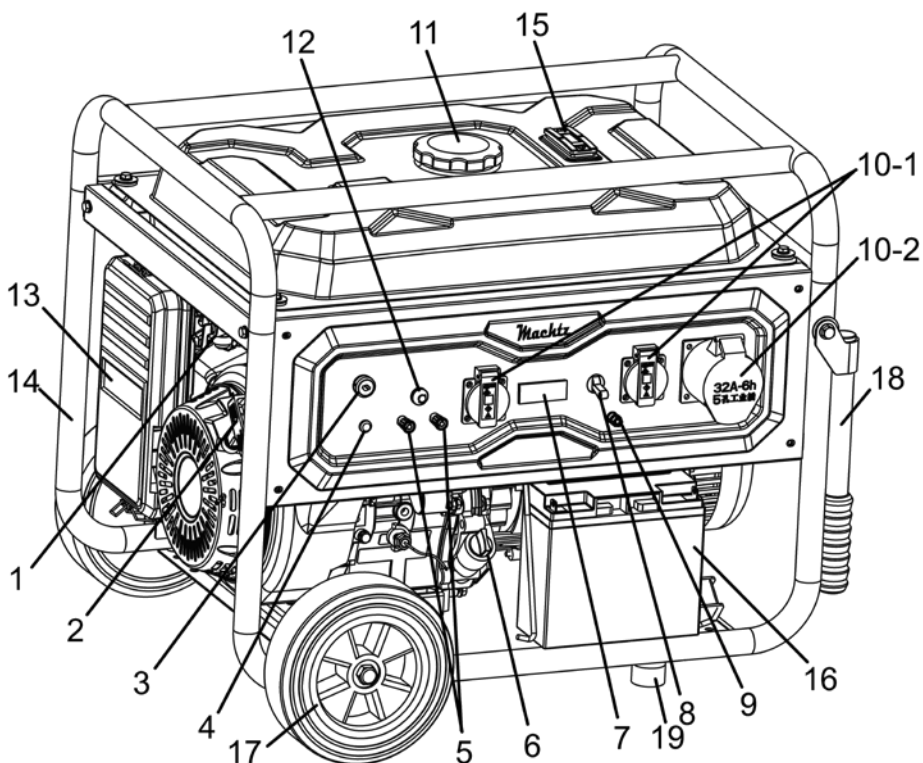

Рисунок 2
Генератор **MGG-55 ESM** має транспортувальні колеса (17, рисунок 2) і складні рукоятки (18, рисунок 2) для зручності переміщення (потрібно під'єднати до рами (14) перед використанням).